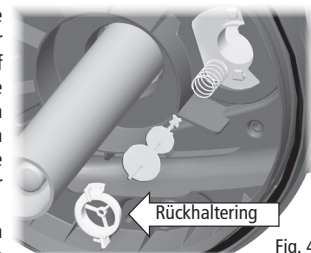

Fig. 4
- Stellen Sie die UV-C-Lampe (B) ab, indem Sie den Stecker der Einheit vom Stromnetz trennen.
- Ziehen Sie die Reinigungshebel (S) vorsichtig bis zum maximalen Auszug aus dem Filter heraus.
- Entfernen Sie den Sicherheitseinsatz von der Metall-Deckelklammer (O). Entriegeln Sie die Metall-Deckelklammer.
- Entfernen Sie den Deckel (G) entweder, indem Sie die Reinigungshebel umfassen oder indem Sie einen Schlitzschraubendreher vorsichtig in die seitlichen Kerben stecken und den Deckel so anheben. **VORSICHT – Drücken Sie die Führungsstangen nicht mit Gewalt zur Seite, da dies die Einheit beschädigen kann.** **VORSICHT:** In dem Deckel sitzt die UV-C-Einheit mit der Lampe und der Quarzröhre, die aus Glas bestehen. **GEHEN SIE VORSICHTIG MIT DIESEN TEILEN UM.**
- Nun kommen Sie an die Schaumstofffilter (M) heran. Entfernen Sie alle gleichzeitig, indem Sie den inneren Schaumstoff-Stützrahmen (N) umfassen und herausziehen.
- Lösen Sie den Schaumstofffilter (M) von dem Schaumstoff-Stützrahmen (N) und spülen Sie ihn mit Teichwasser ab oder erneuern Sie ihn, wenn nötig.
- Spülen Sie das biologische Medium, das sich in dem unteren Teil des Filterbehälters (Q) befindet, mit Teichwasser ab oder erneuern Sie es, wenn nötig. Der Pressure-Flo 1000/3000 UVC hat keine Kammer für biologische Medien.
- Reinigen Sie das Filtergehäuse (Q) mit Wasser, besonders am oberen Rand, an dem der Filterdeckel-O-Ring (P) sitzt.
- Falls notwendig, reinigen Sie die Reinigungsanzeige (U) nach dem Ausbau wie folgt (der Schalter zur Steuerung der Betriebsart (V) muss auf „Filterbetrieb“ gestellt sein): 1) Entfernen Sie den Rückhaltering (E), indem Sie ihn gegen den Uhrzeigersinn drehen; 2) Entfernen Sie den Anzeiger und seine Feder. Spülen Sie alle Teile mit Wasser ab und bauen Sie sie vorsichtig wieder zusammen. (Abb. 4 & 5).